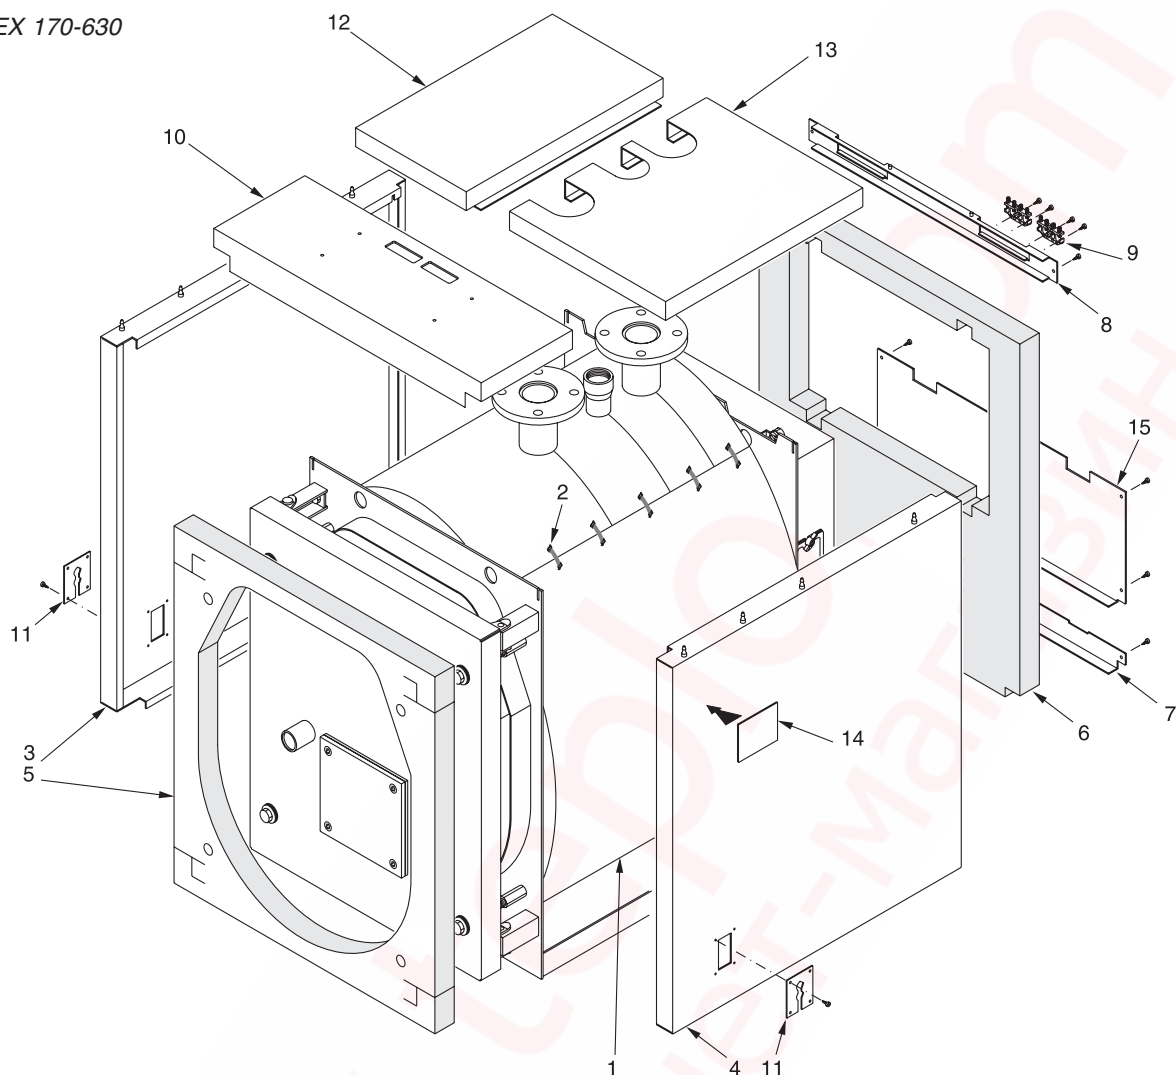
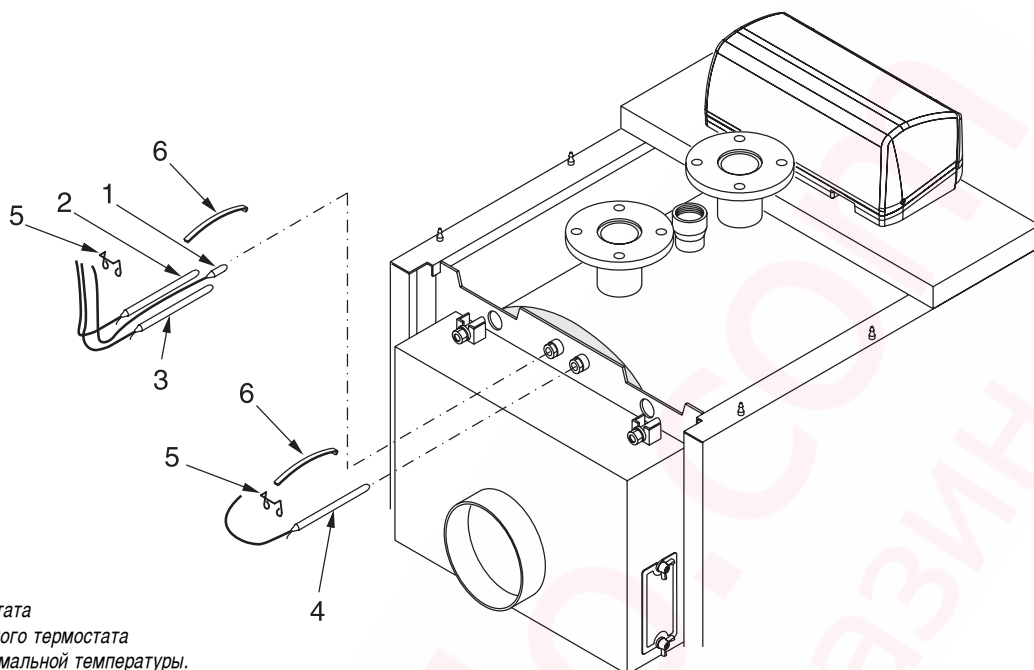

рис. 21
рис. 22
N.B. Для моделей котла от **ELL 170 до ELL 510** (см. рис. 21), обшивка и изоляция находятся в одной упаковке с маркировкой:
N.B. Для модели **ELL 630** (см. рис. 21) и для моделей от **ELL 760 до ELL 2200** (см. рис. 22 и 23), обшивка и изоляция находятся в трех упаковках маркированных:
Последовательность монтажа (см. рис. 21)
- F) Вставьте датчики приборов в манжеты, как показано на рис. 22 и подключите пульт управления к электропитанию, к горелке, насосам, и т.д. Закройте крышку панели управления. Проведите кабель горелки через зажимную панель проводов (поз. 11) со стороны его выхода и зафиксируйте кабель при помощи прилагаемого хомута. Зафиксируйте зажимные панели проводов (поз. 11) на боковых панелях обшивки. С обратной стороны котла аккуратно соедините выходящие электрические кабели в связку при помощи прилагаемого зажима.
- Ф) Вставьте датчики приборов в манжеты, как показано на рис. 22 и подключите пульт управления к электропитанию, к горелке, насосам, и т.д. Закройте крышку панели управления.